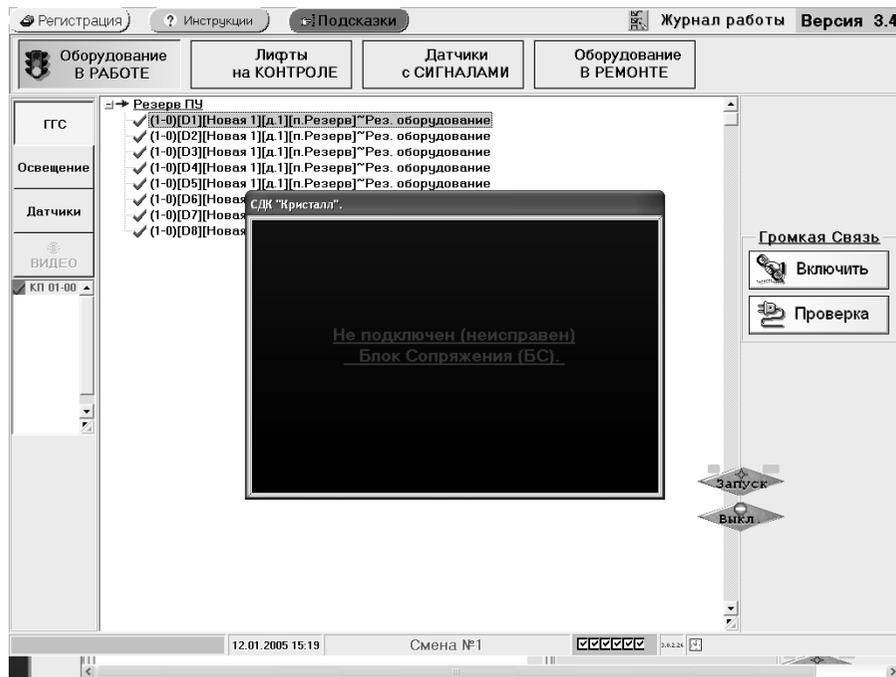

Рис.22. Сообщение о неподключенном или неисправном блоке сопряжения
3. На экране монитора появилось сообщение «Не подключен блок сопряжения», представленное на рис.22.